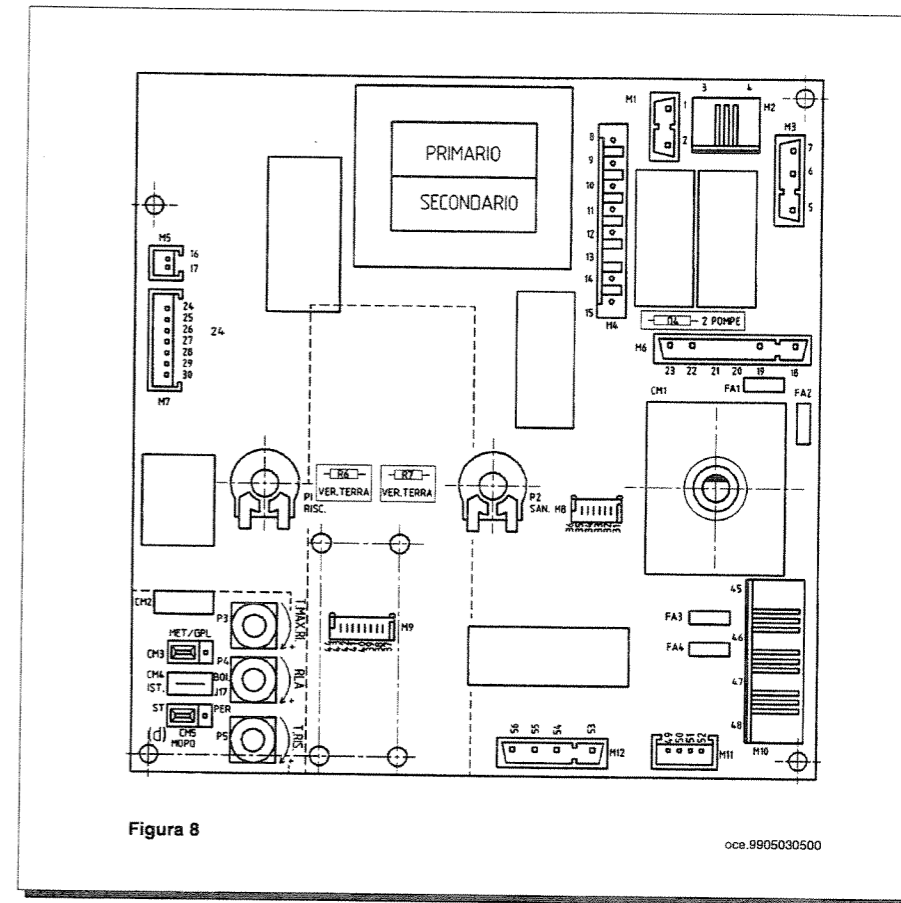

Figura 8
- collegare il motore del programmatore al connettore M2 della scheda elettronica principale (morsetti 3 e 4 di figura 8 a pagina 13);
- conectar el motor del programador al conector M2 de la tarjeta electrónica principal (bornes 3 y 4 de figura 8 en página 13);
Per l'utilizzo di tale componente è necessario interporre tra la scheda di modulazione (connettore M8 figura 8 a pagina 13) e la morsettiera telecomando (morsetti 4 e 5 di figura 7) una schedina interfaccia anch'essa fornita come accessorio.
Para usar dicho componente es necesario interponer entre la tarjeta de modulación (conector M8, figura 8 de página 13) y la caja de bornes del telecontrol (bornes de 4 y 5, figura 7), una tarjeta de interfaz que se suministra también como accesorio.
- posizionare il ponticello, nel connettore cambio gas, nel settore MET per il gas metano o nel settore GPL per il gas liquido (figura 8 a pagina 13).
- posicionar el puente, en el conector CM1, en el sector MET para el gas metano o en el sector GPL para el gas líquido (figura 8 en página 13).*